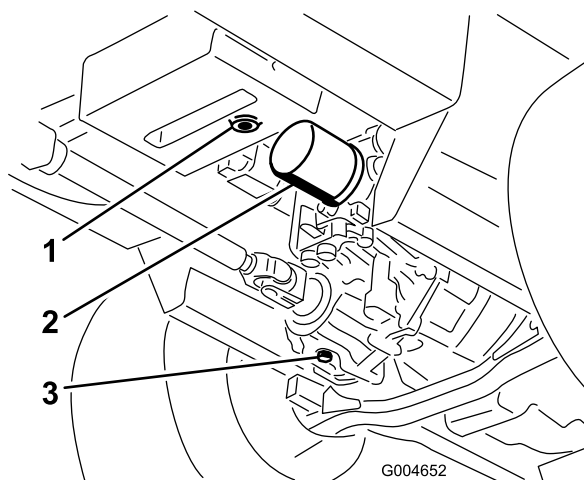

Figura 69
3. Mettete una bacinella grande sotto il serbatoio idraulico e la scatola della trasmissione, togliete i tappi e lasciate defluire tutto il fluido idraulico (Figura 69).
4. Pulite attorno al filtro dell'olio idraulico e rimuovete il filtro (Figura 69).